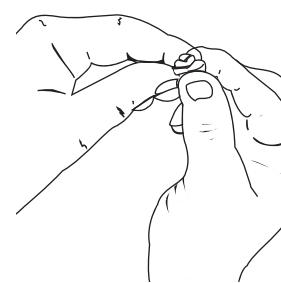

Fig. 26
5. Apriete el filtro para espesar y retirar el exceso de aceite (Fig. 26).